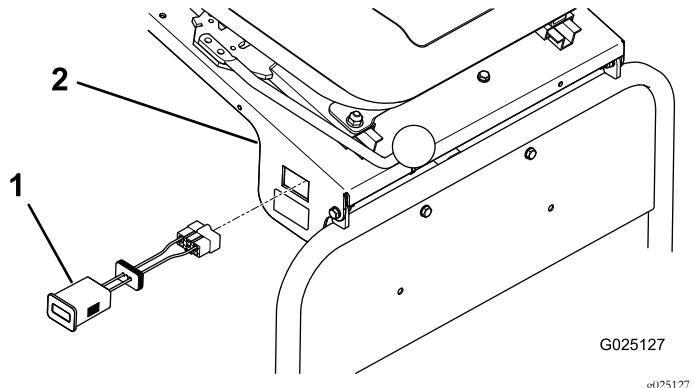

Figura 9
9. Instale el contador de horas inalámbrico (Figura 9).